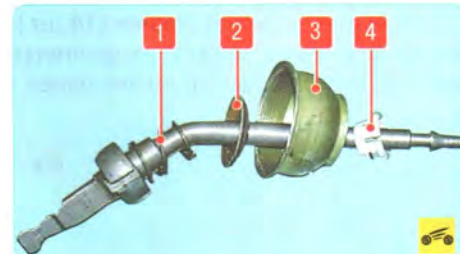

Рис. 6.7. Верхняя часть рычага переключения передач: 1 – пружина; 2 – седло пружины; 3 – колпак рычага; 4 – запорная втулка
6. Снимите пластмассовую запорную втулку 4 (рис. 6.7), колпак 3 рычага с уплотнителем, седло 2 пружины и пружину 1.